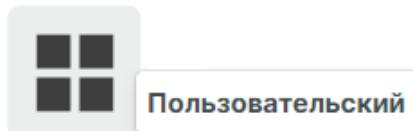

Рис. 48 Тип фигуры
1. Выберите тип фигуры «Пользовательский» из перечня форм конструктивного объекта, см. Рис. 48.